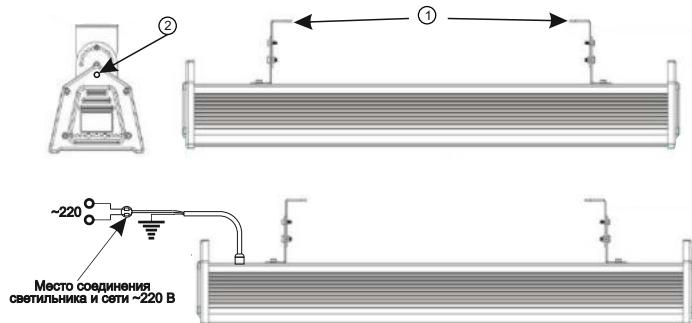

Рисунок 2 — Схема подключения изделия
Светильник SkatLED M-150L(37) может быть как накладным, так и подвесным. При накладном варианте установки, светильник крепится на уголках (рис. 2). В случае подвеса светильника используется трос, который закрепляется в отверстиях в боковых крышкиах светильника (рис. 2).
Подключение изделия должно производиться при отключенном сетевом напряжении в следующей последовательности (см. рисунок 2):